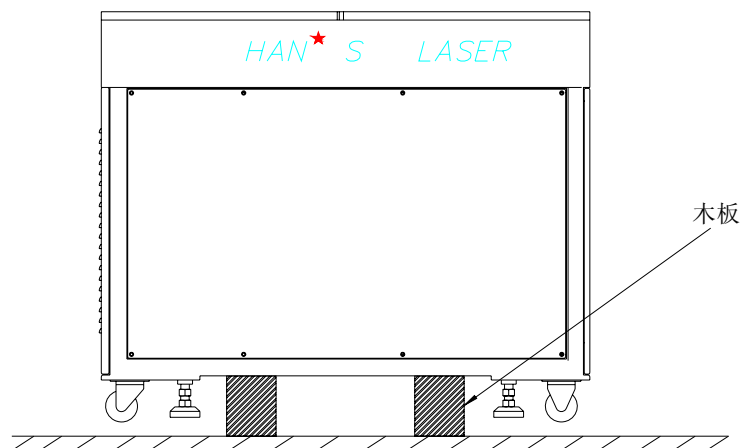

图 7-9 木板插入示意图
- 1) 当裸机运输时，应在设备底部和车箱地板之间插入两块木板来平衡支撑设备，按照叉车位置来安排木板的位置，如图 7-9 所示：